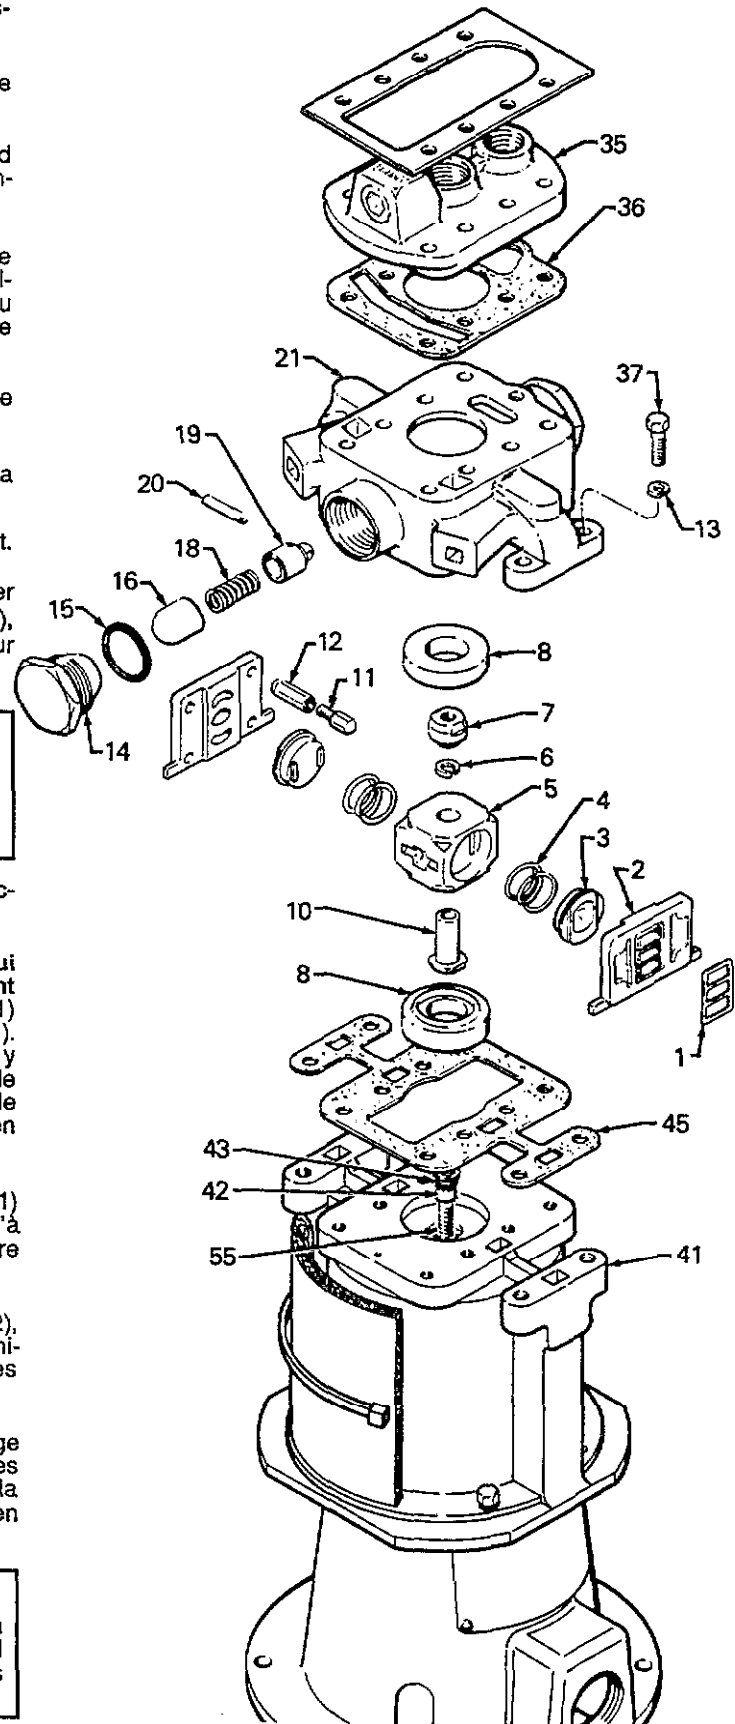

Fig 9-1
2. Désaccoupler le bas de pompe. Déposer le raccord d'entrée d'air (38), débrancher le fil de terre et démonter l'anneau de levage (28).
3. Retirer les vis (26), les rondelles (25) et l'enveloppe (34) du moteur pneumatique.
**REMARQUE :** Pour les points 4 à 12, se référer à la Fig. 9.1.
4. Retirer le chapeau (35) du collecteur en le soulevant.
5. Dévisser les arrêteurs de basculeurs (14) et déposer les joints toriques (15), guides (16), ressorts (18), cages (19) et axes (20) de chaque côté du collecteur (21).